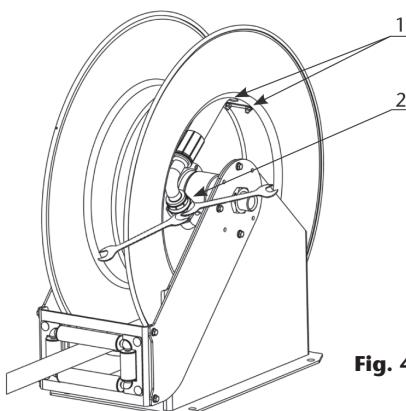

Fig. 4
**2.** Retire el abarcón aflojando sus tuercas (1) y desconecte la manguera de la rótula (2) utilizando dos llaves (Fig. 4).
**4.** Conecte la nueva manguera a la rótula utilizando dos llaves, coloque el abarcón de modo que sujete la manguera contra el tambor firmemente, y tire de ella para soltar el trinquete (Fig. 4).